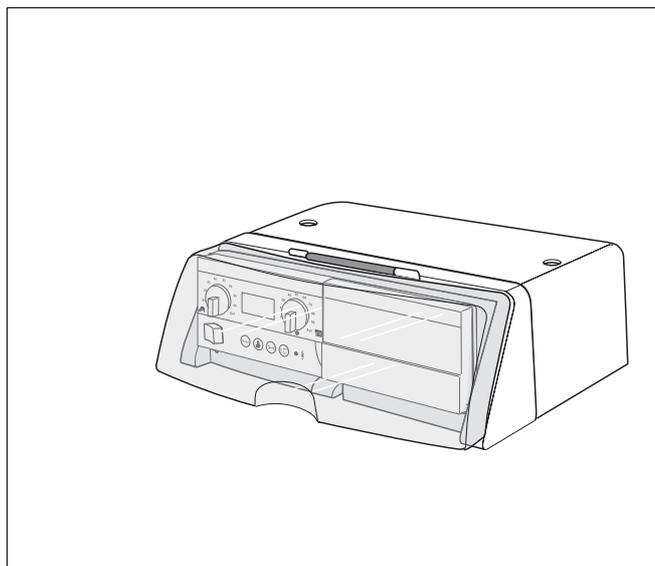

Fig. 2 Apparecchio di regolazione Logamatic MC10 con dispositivo di controllo base Logamatic BC10
- Apparecchio di regolazione (fig. 2).